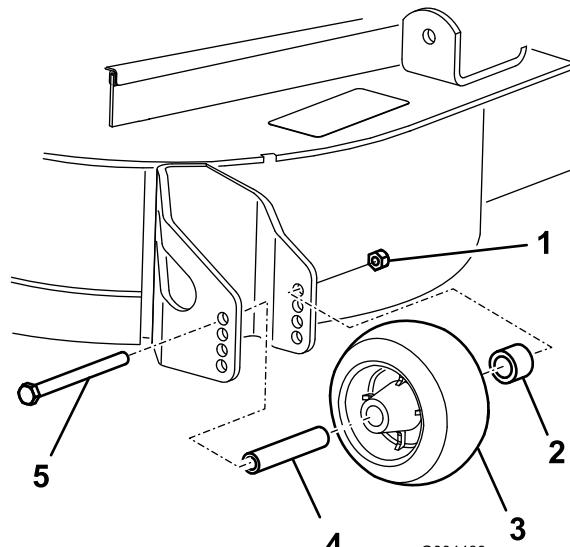

Figure 23
- Après avoir réglé la hauteur de coupe, réglez les galets en retirant l'écrou à collet, la bague, l'entretoise et le boulon (Figure 23).
- Posez l'écrou à embase, la bague, l'entretoise et le boulon. Serrez à 54–61 Nm (Figure 23).